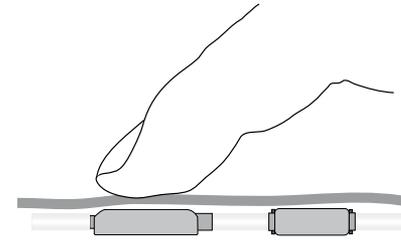

Abb. 14: Lokalisation des Ventils
1. Die Verstelleinheit wird unter der Haut lokalisiert (Abb. 14).